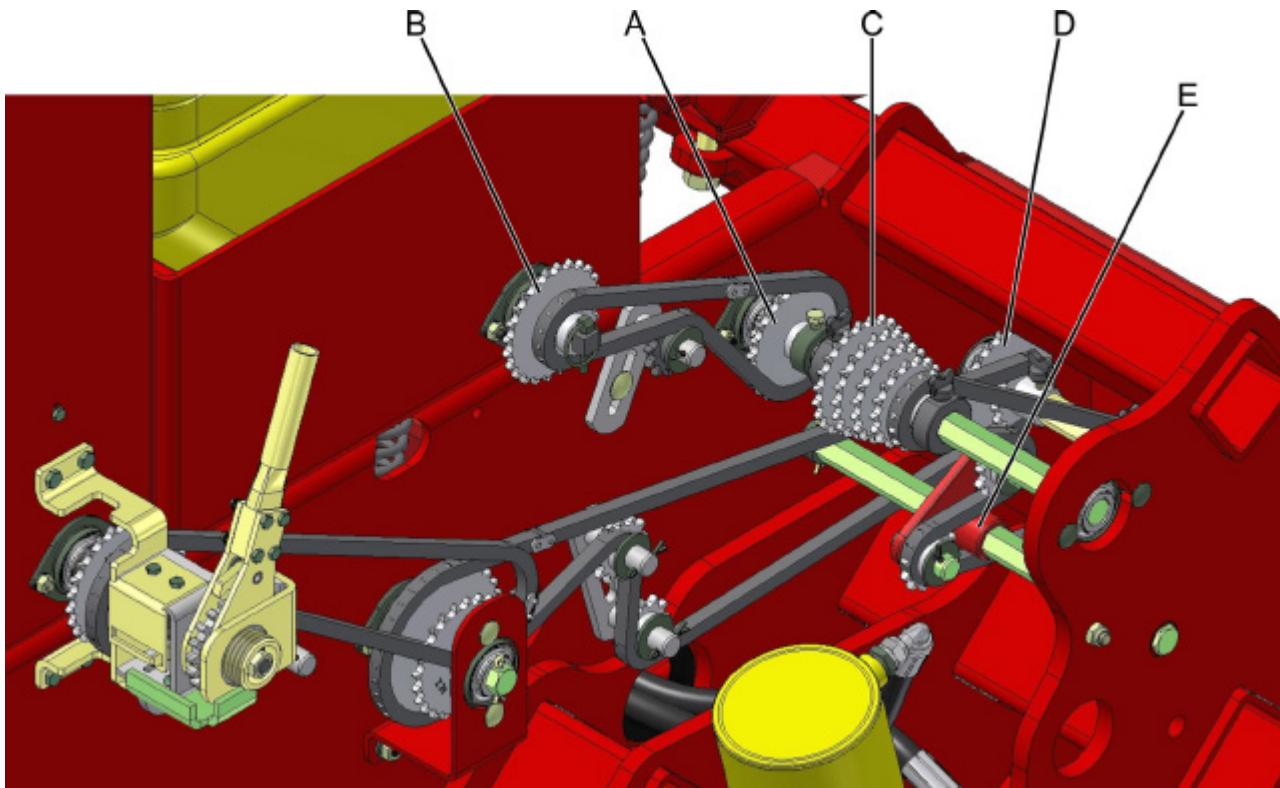

fig. 12
A regulagem da quantidade de fertilizante em Kg/ha é realizada através do intercâmbio de rodas dentadas motrizes (A) (fig. 12) e rodas dentadas movidas (B), do "pinheirinho" movido (C) e motriz (D).